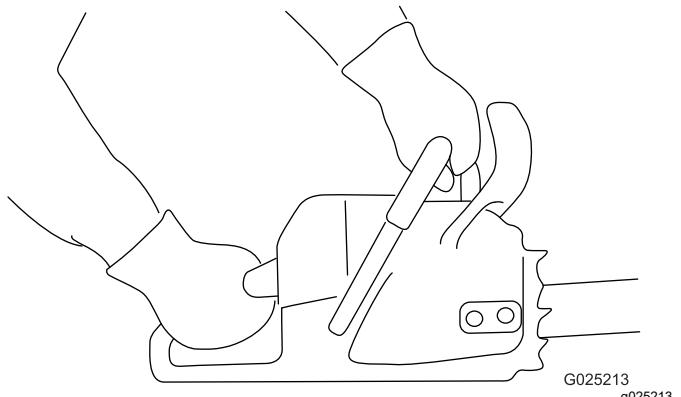

Figura 13
1. Agarre la motosierra con las dos manos, con la mano izquierda en la empuñadura delantera y la mano derecha en la empuñadura trasera, como se muestra en Figura 13.
- Sujete la motosierra como se muestra en la Figura 13.
3. Sujete la motosierra como se muestra en la Figura 13.
1. Sujete la motosierra como se muestra en la Figura 13.